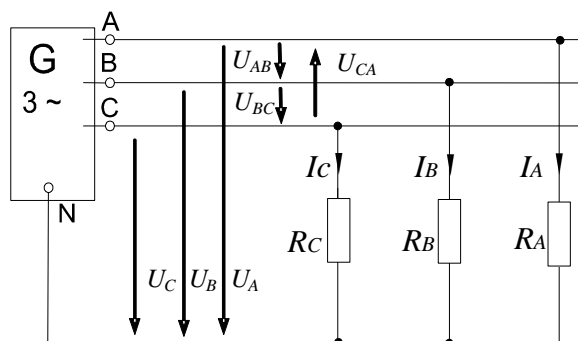

Рисунок 6 – Исследование работы цепи при симметричной нагрузке
1.1. Соберите цепь с симметричной нагрузкой ( $R_A = R_B = R_C = 1$  кОм) согласно схеме (рис. 6).